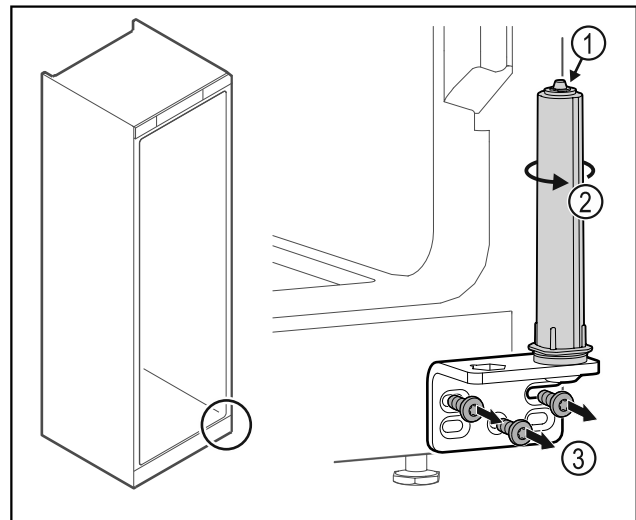

Fig. 30
- ▶ Türschließsystem Fig. 30 (1) nicht zerlegen.
- ▶ Schließsystem Fig. 30 (2) drehen, bis es klickt.
- ▶ Scharnierwinkel abschrauben Fig. 30 (3).